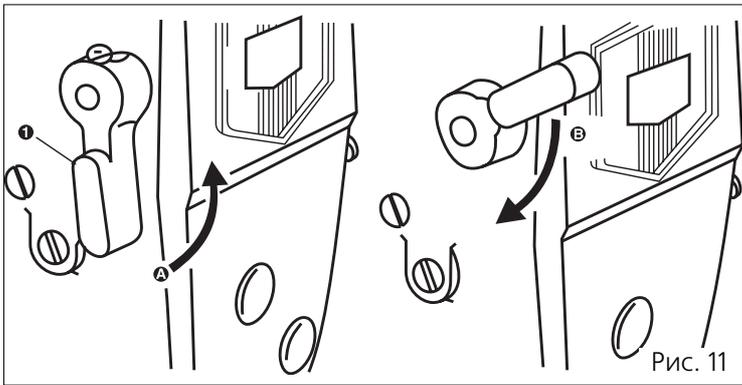

Рис. 11
1. Для подъема лапки вручную и фиксации ее в верхнем положении поверните рычаг (1) рис.11, в направлении (А).
3. Для возврата лапки в исходное нижнее положение поверните рычаг (1) вниз в направлении (В).